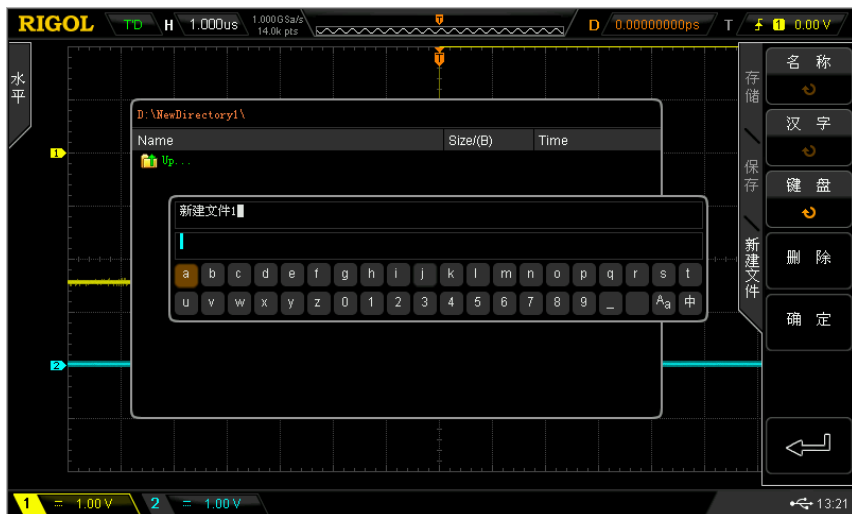

图 12-5 外部磁盘（新建文件）
- 4) 选定存储位置后，按**新建文件**软键，打开如图 12-5 所示界面，参考“**新建一个文件或文件夹**”中的说明新建一个文件。